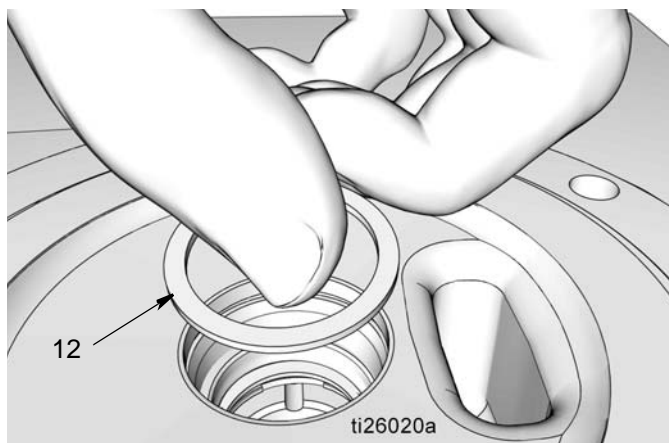

Рис. 34
- e. Установите распорную деталь (12) (Рис. 34).